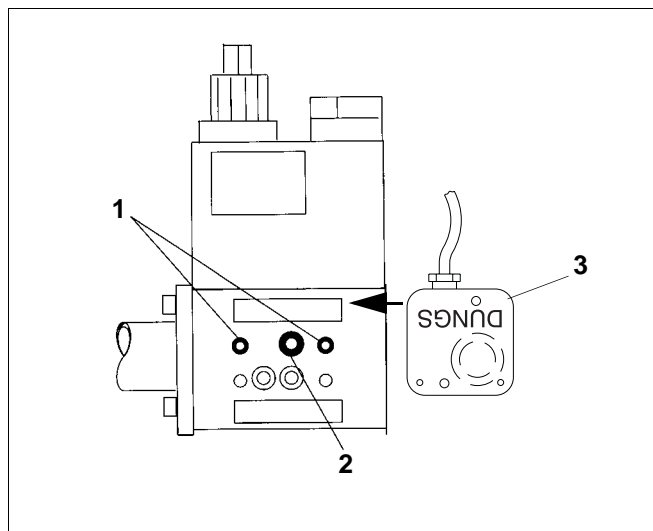

Fig. 70 Ligne gaz face extérieure
- Dévisser la vis (fig. 70, **pos. 2**) sur la face extérieure du bloc gaz.